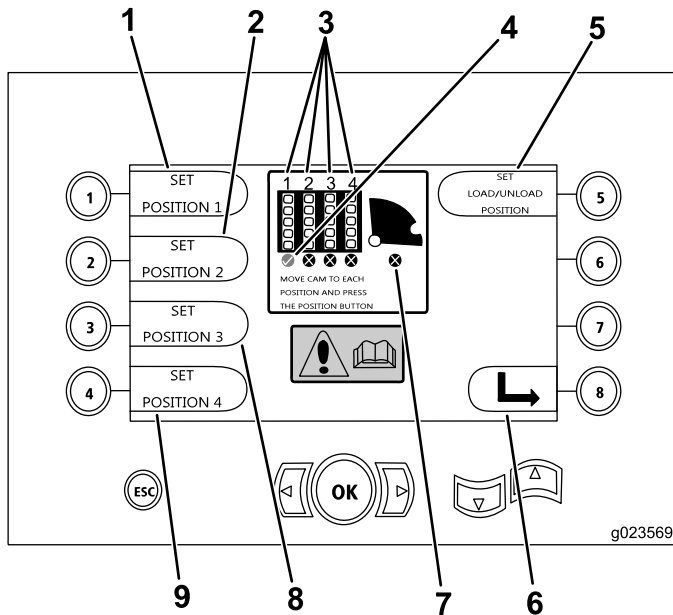

Figura 30
- Botão 1 – Ajustar na posição 1 (Figura 30)
- Botão 2 – Ajustar na posição 2 (Figura 30)
- Botão 3 – Ajustar na posição 3 (Figura 30)
- Botão 4 – Ajustar na posição 4 (Figura 30)
Para ajustar a posição de carga ou descarga, pressione o botão nº 5 (Figura 30).